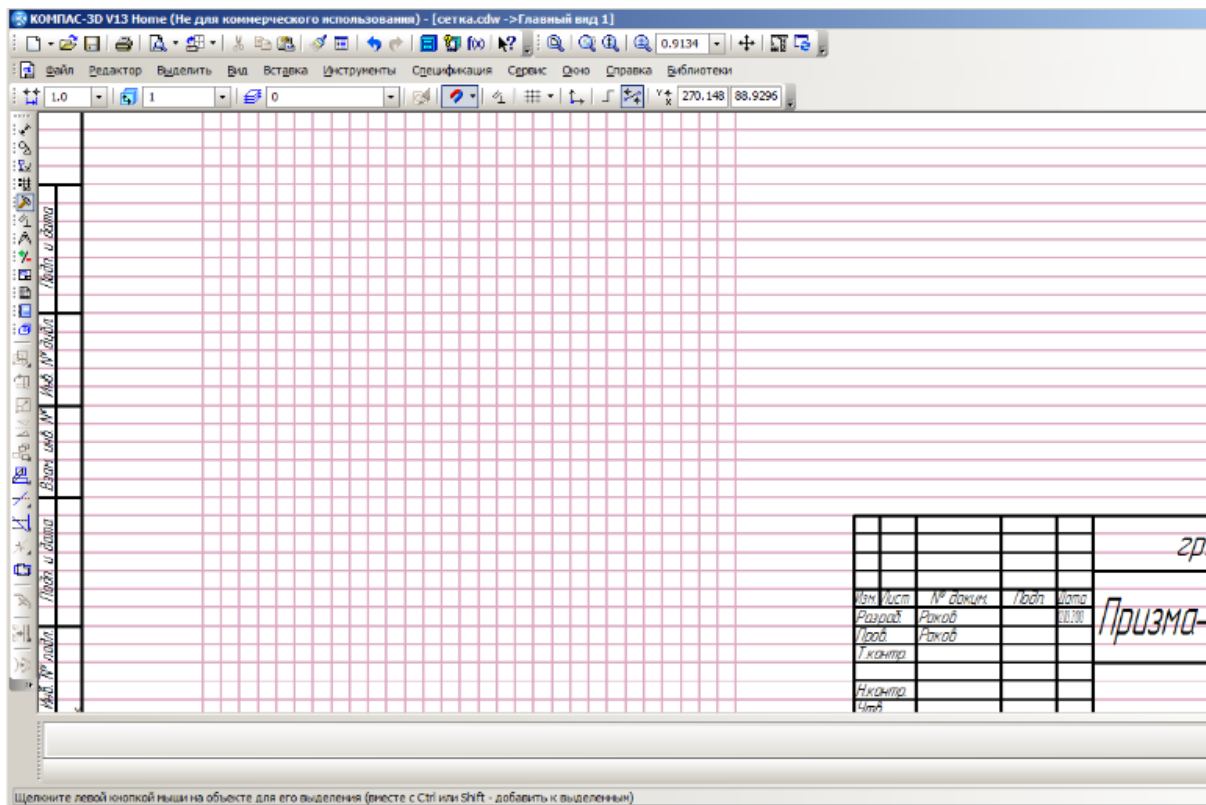

Рис. 1. Сетка для выполнения эскиза призмы и конуса
– на формат нанести сетку с шагом по вариантам (табл. 1), используя команды **Вспомогательная прямая**, **Параллельная прямая** и **Копия** **указанием** для копирования сетки (рис. 1);